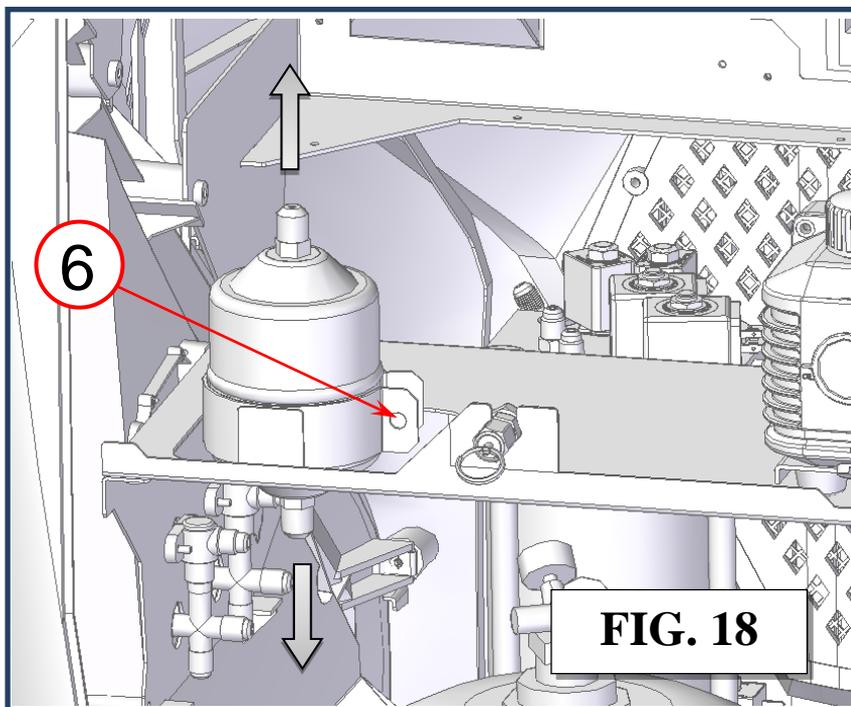

FIG. 18
- 6) Retire o filtro do secador, desaparafusando o parafuso (ref. 6 Fig.18) e os tubos